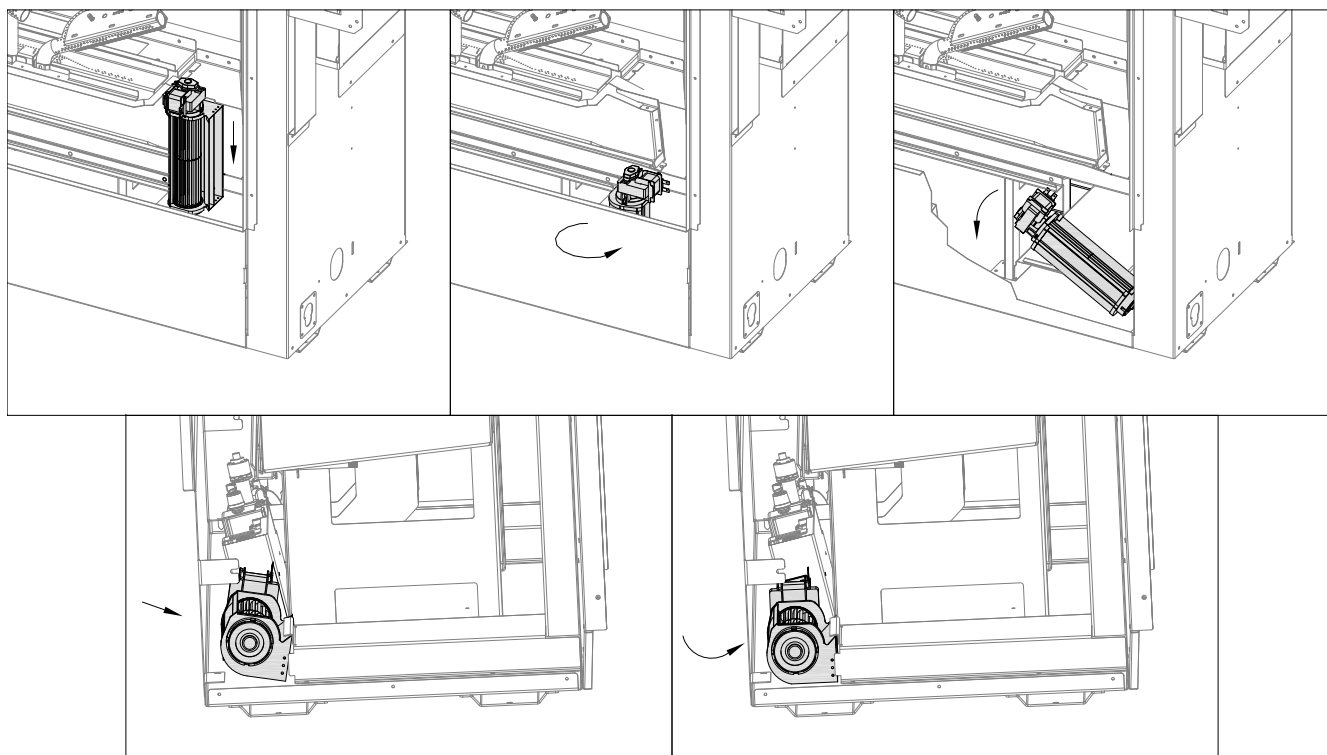

Figure 8.15 - Installation du kit de ventilateurs SL42-028
4. En dirigeant la fiche de connexion du ventilateur vers vous, insérez le ventilateur du côté gauche de la chambre de combustion, tel que montré à la Figure 8.15.
5. Lorsque la fiche de connexion est près de la paroi du foyer, pivotez le ventilateur en sens antihoraire, tel que montré à la Figure 8.15.
7. Placez le bord supérieur de la sortie d'air du ventilateur sous le bord de l'ouverture du conduit d'air du foyer. Pivotez le ventilateur vers le bord supérieur pour fixer en place le ventilateur. Voir la Figure 8.15. **NE LAISSEZ PAS LES VENTILATEURS TOUCHER DES CÂBLES ÉLECTRIQUES.**